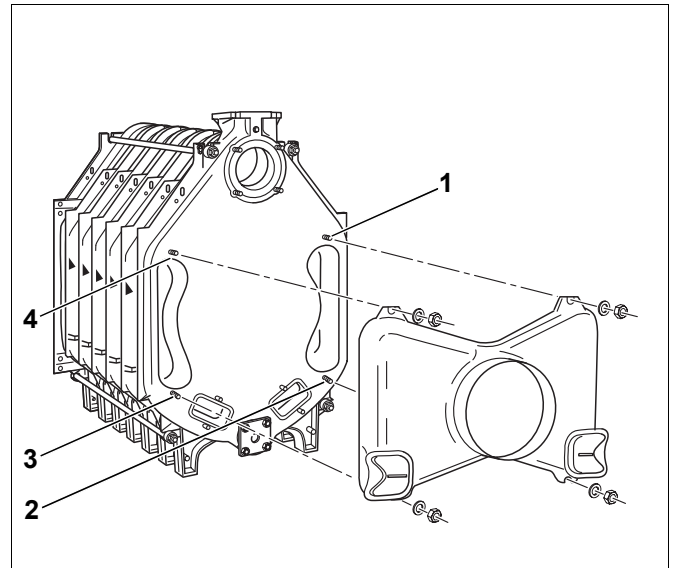

Fig. 29 Montaggio del collettore fumi
- Posizionare il collettore fumi sui quattro prigionieri dell'elemento posteriore (fig. 29, da [1] a [4]) e avvitare con rondelle e dadi.